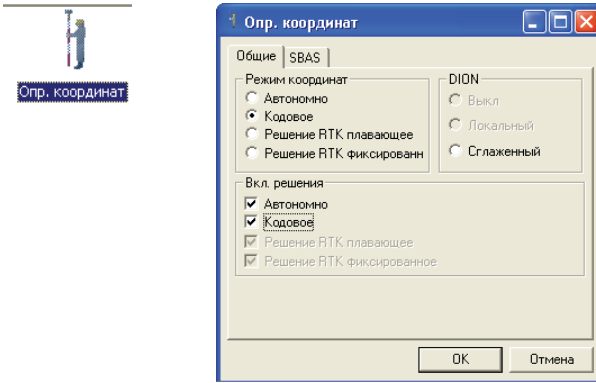

Рис. 3-26. Настройка ровера
13. Для ровера нажмите на значок **Опр. координат** и установите нижеописанные параметры, затем нажмите **ОК** (Рис. 3-26 на стр. 3-29).